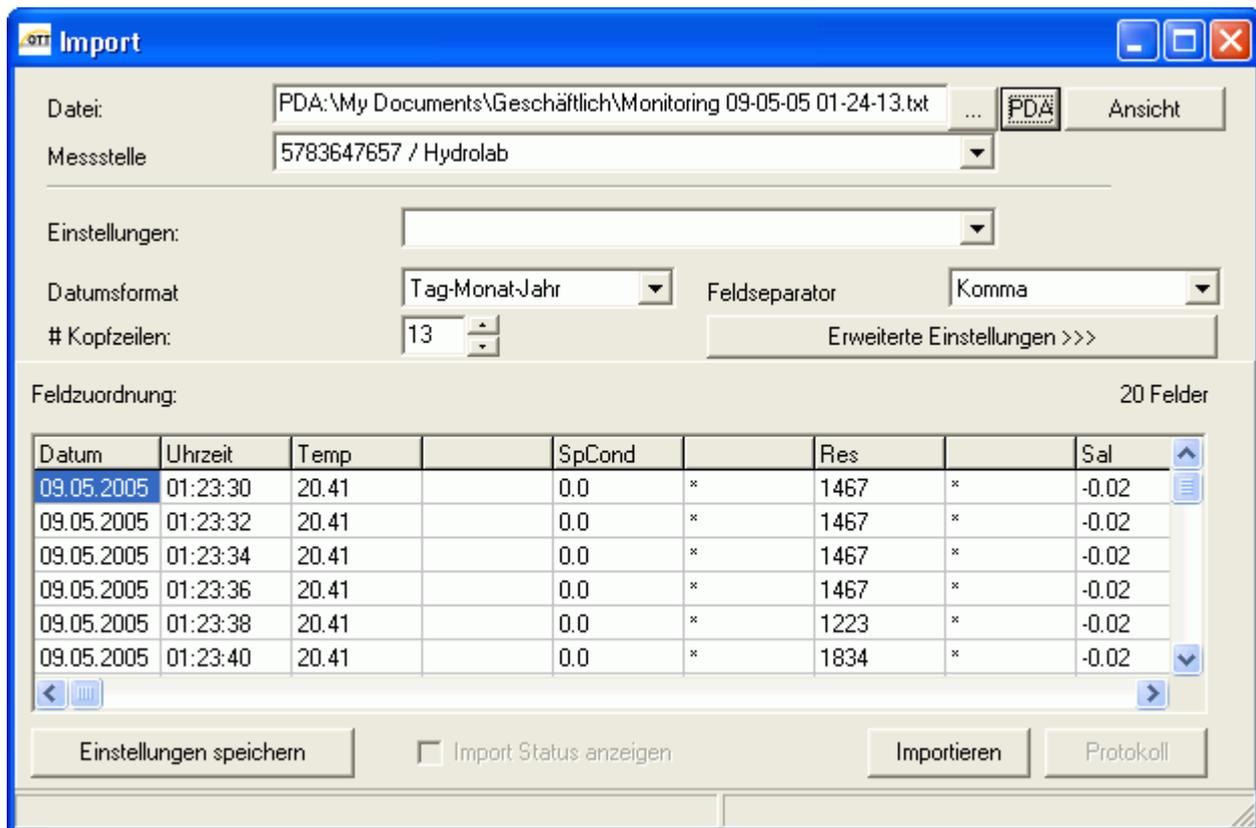
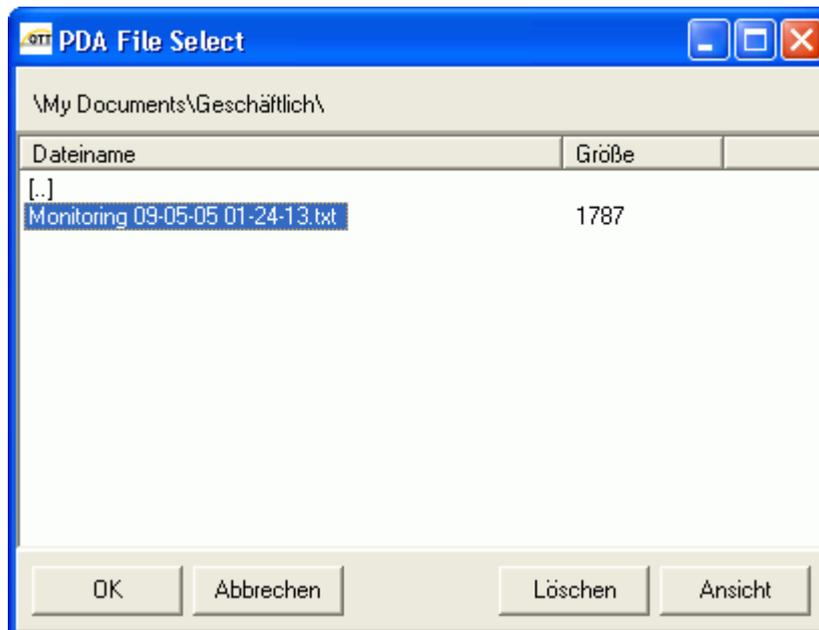

Abbildung 3 Mehrspaltiger Import von Hydras 3
Abbildung 4 PDA-Dateifenster für den Import in Hydras 3
2. Wählen Sie das Dialogfenster **PDA** (Abbildung 3). Ein Browserfenster für die Datei wird geöffnet (Abbildung 4).